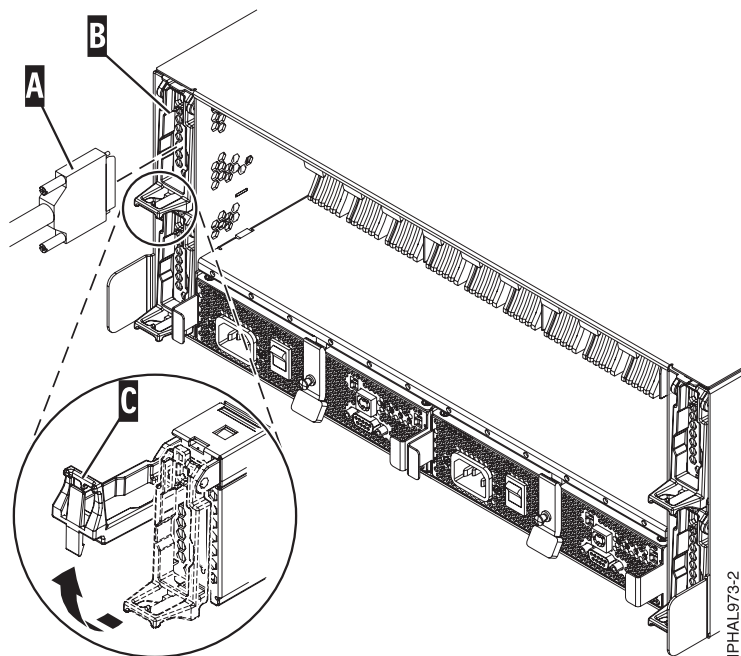
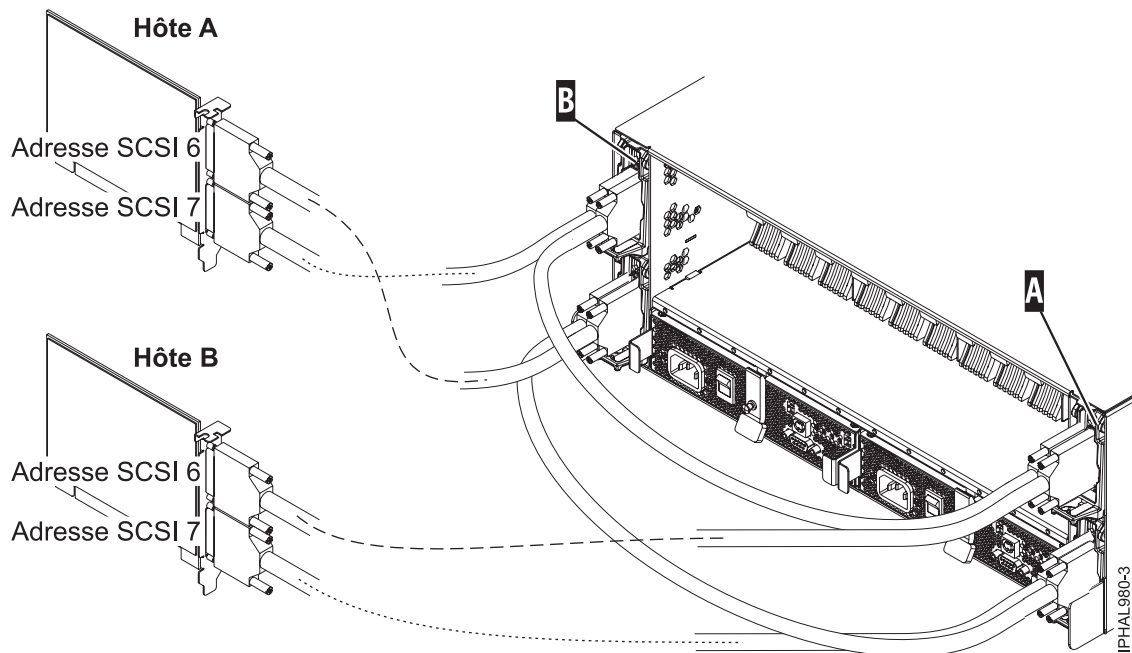
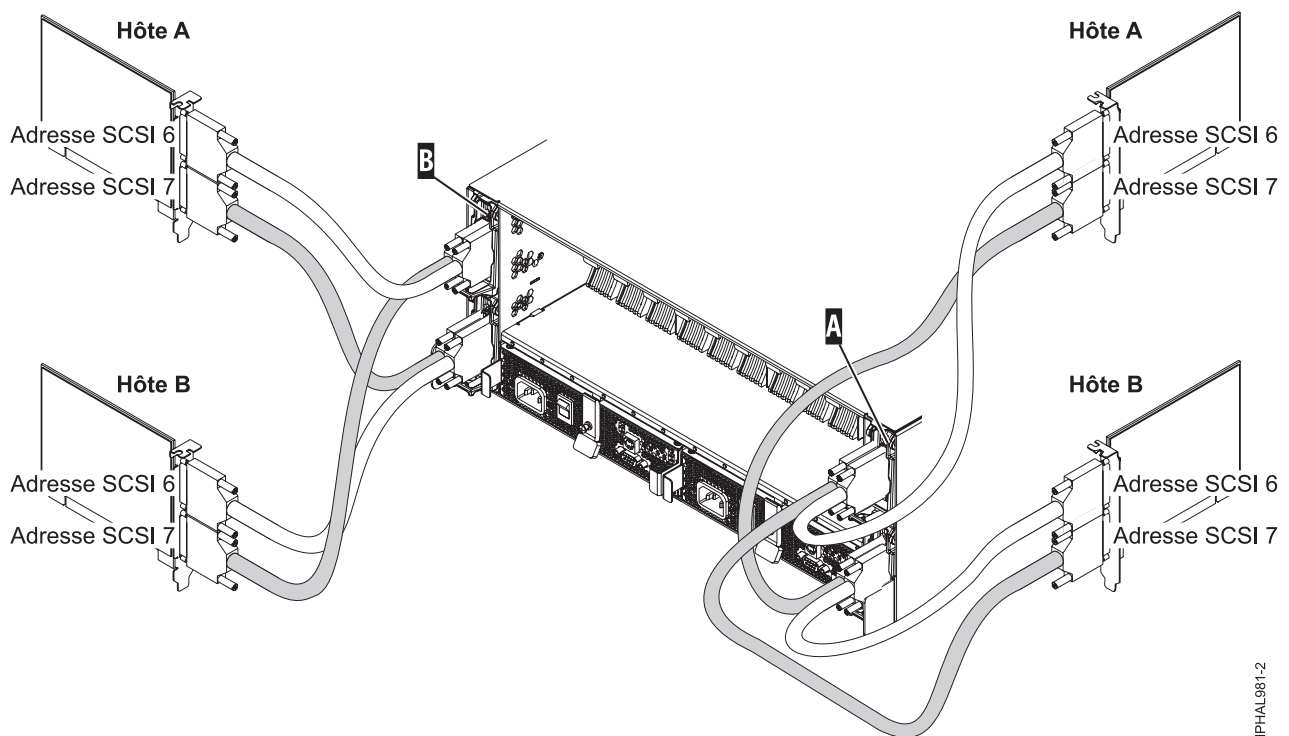

Figure 17. Câble SCSI relié à une carte répéteur simple
Figure 18. Câble SCSI reliant une carte répéteur double connectée à deux cartes SCSI
Figure 19. Câble SCSI reliant une carte répéteur double connectée à quatre cartes SCSI
- Si vous utilisez exclusivement des cartes répéteur simples ou doubles, branchez le câble SCSI (A) à la carte répéteur initiateur (B). Pour plus de détails, reportez-vous à la figure 17, figure 18, à la page 53 ou figure 19, à la page 53, en fonction de votre situation.